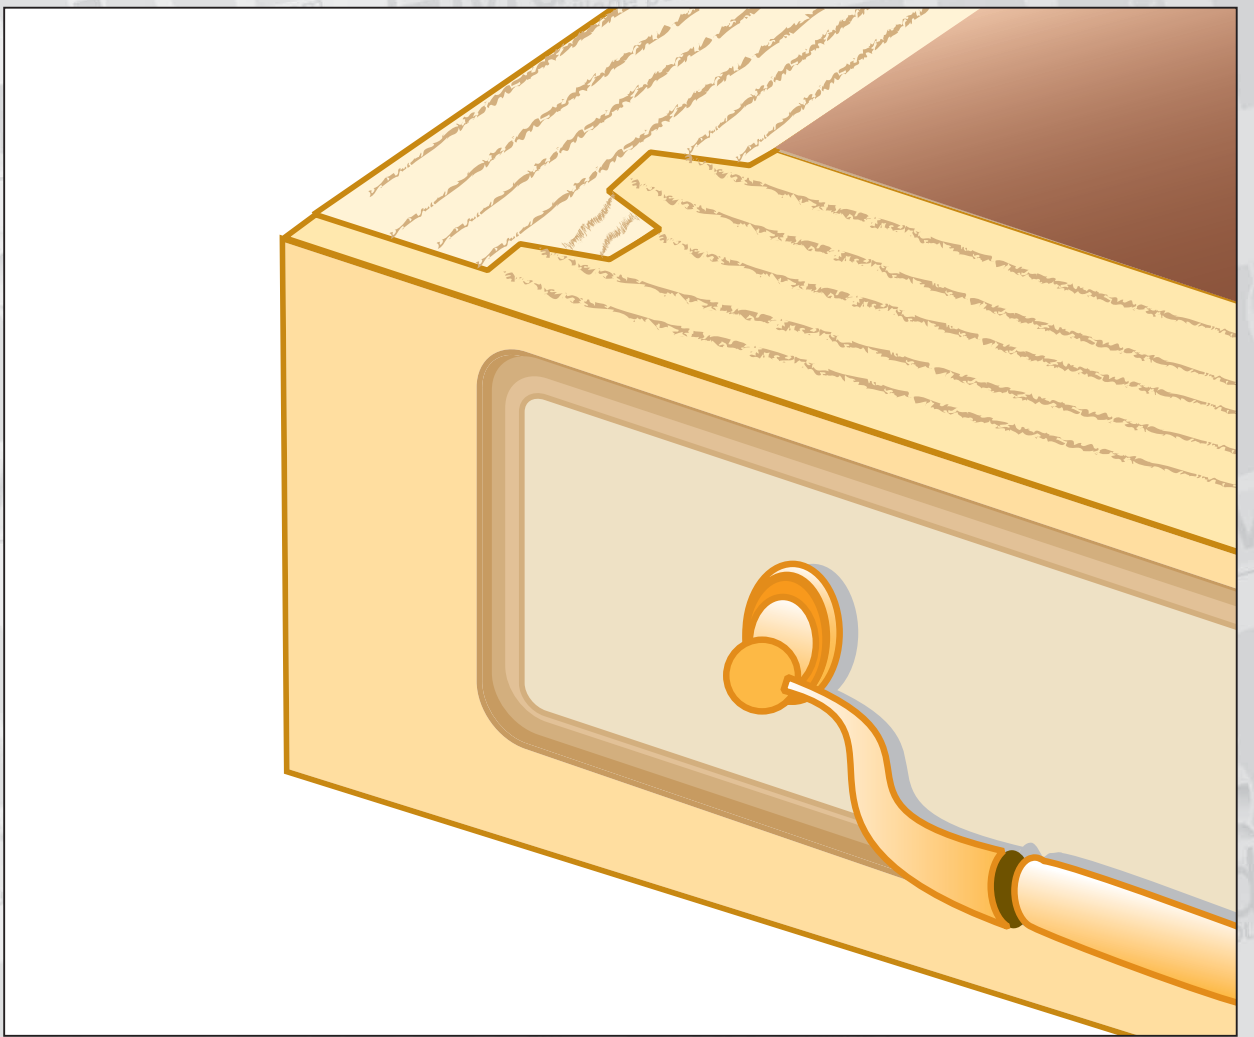

Fig. 1 : Façade de tiroir affleurante
- Les façades de tiroirs sont affleurantes par rapport au caisson du meuble (figure 1)
se détermine généralement pas précisément au millimètre près, on s'assure simplement qu'il ne touchera pas le fond du meuble avant d'être complètement fermé. Sa longueur totale dépendra de l'épaisseur des bois utilisés pour la façade et la face arrière (figure 1).